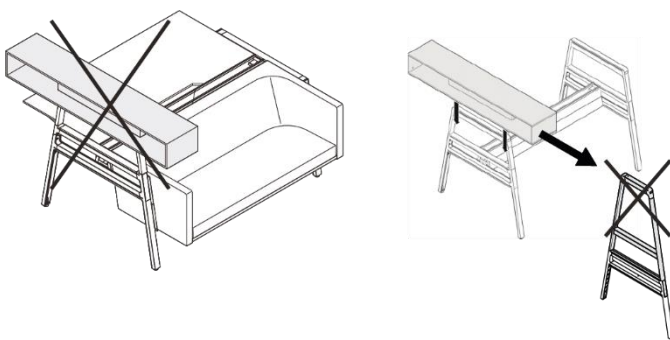

Figura 22 Estante adicional, montaje no admisible
- En la parte superior de un arco alto (véase Figura 22, izquierda).
- Junto a un sofá (véase Figura 22, centro).